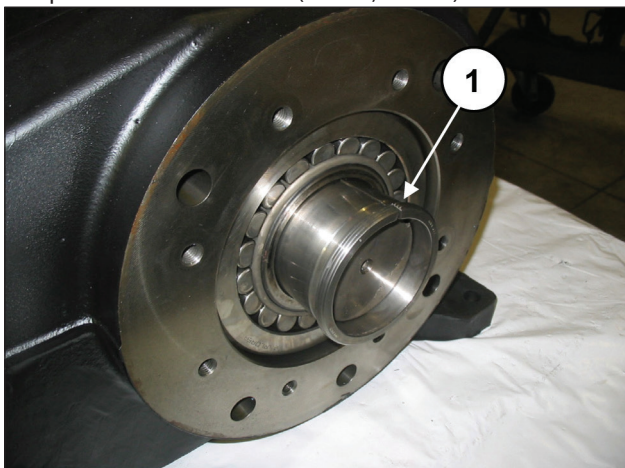

Рис. 45
Вручную вставьте прижимную втулку, чтобы вал оставался в выровненном положении (поз. ①, Рис. 45).